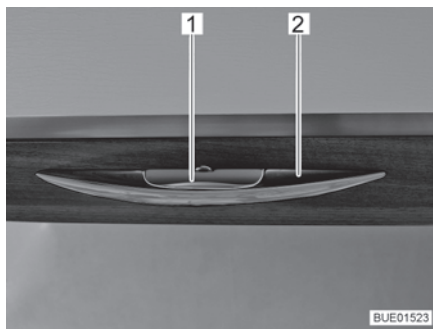

Fig. 47 Trampilla de mueble con tirador de desbloqueo
- Presionar el tirador de desbloqueo (Fig. 47,1) y mantenerlo presionado.
- Tirar del tirador (Fig. 47,2) hasta que la trampilla de mueble esté abierta.